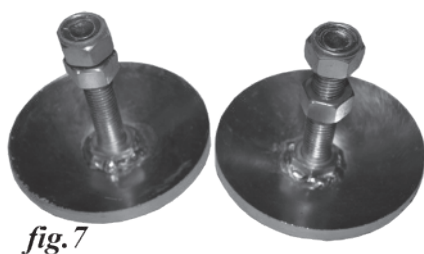

fig.7
6. Si ce n'est déjà fait, visez un écrou M18 sur l'arbre de chaque patin (fig.7). En supposant que l'ensemble de lame est maintenue dans un position verticale, insérer les patins par le bas dans le support déjà attaché à la lame. Et tenir en place avec un écrou Nylock, voir (fig.8). Installer temporairement le patin pour qu'il soutienne la lame a environ 1 cm (1/2 pouce) au-dessus du sol. Ceci serait la hauteur normale de la surfaces pavées, mais vous pouvez faire varier la hauteur en fonction des conditions.